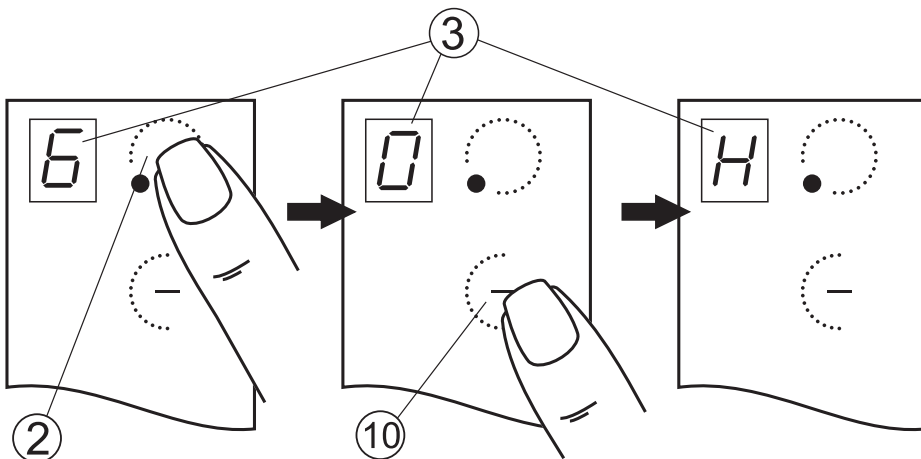

Рис.6
1. Работящую конфорку перевести касанием зоны ② в режим управления (рис. 6).